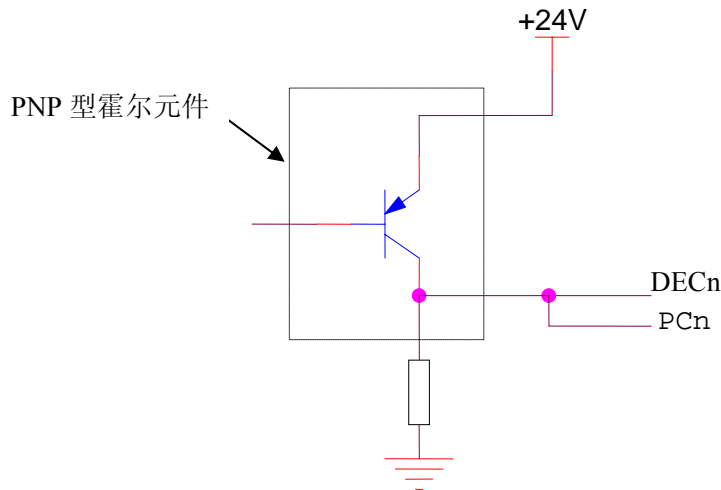

图 2-9 用 PNP 型霍尔元件的连接
b) 用一个 PNP 型霍尔元件既做减速信号又做零点信号时的连接方法如下图 2-9 所示: